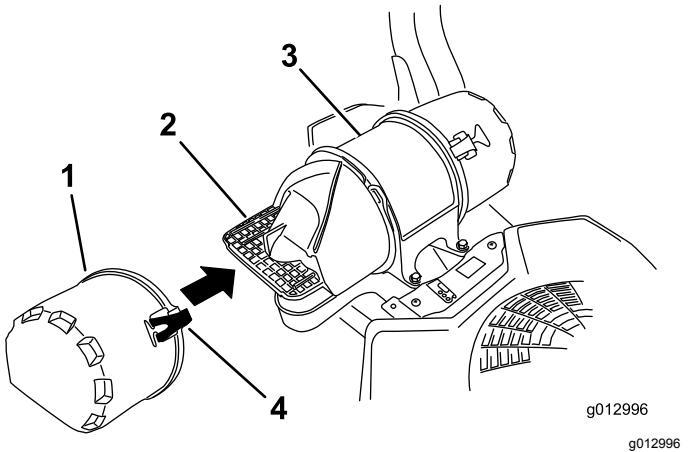

Figure 48
3. Ouvrez les dispositifs de verrouillage du filtre à air et séparez le couvercle d'entrée d'air du boîtier du filtre (Figure 48).
5. Reposez le couvercle d'entrée d'air et fixez-le avec les verrous (Figure 48).